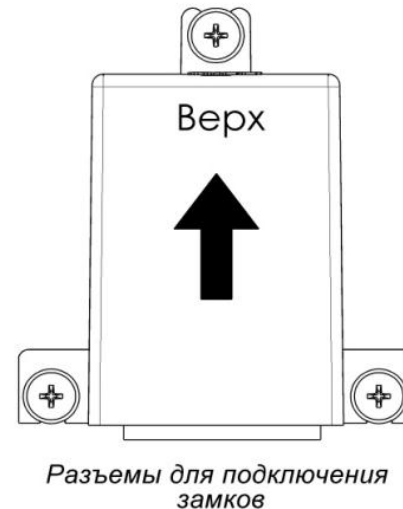

Рис. 3. Установка блока управления
1. Закрепить блок управления в вертикальном положении (см. рис. 3) !!! тремя саморезами (4,2x16 белые), **разъёмы для подключения замка – внизу!** **Внимание!** При монтаже провода необходимо выполнить петлю для недопущения попадания влаги по проводу в разъем!!!